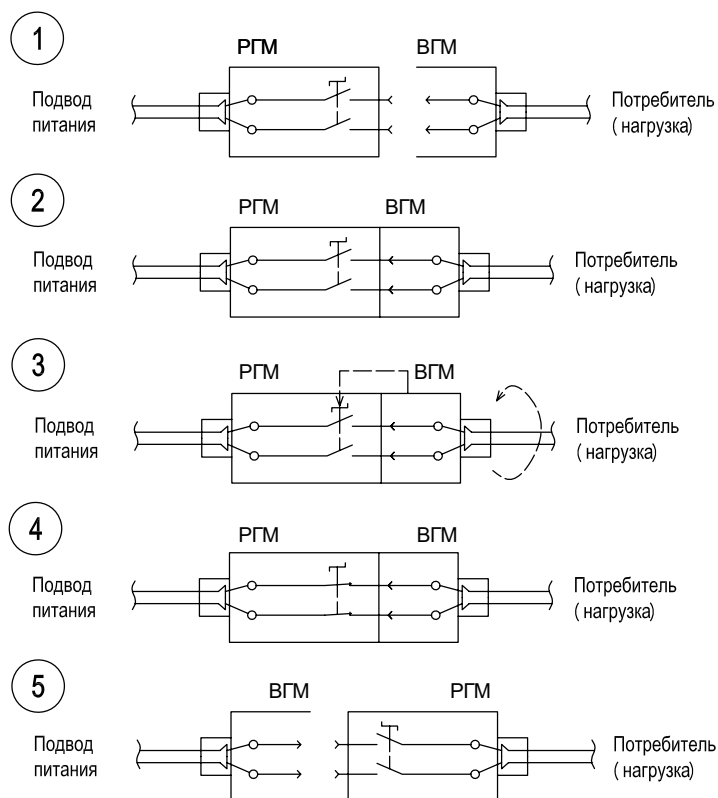

Рис. 1
1. Открутить крышку «В» с разъема «А» (рис.1); снять защитную крышку с вилки.